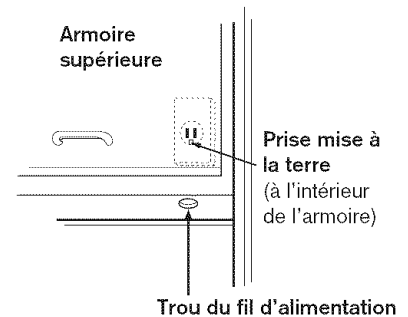

Figure 4 Détail
1. Placer une prise de courant mise à la terre pour cet électroménager dans l'armoire au-dessus du four tel que montré dans la Figure 4 (Détail)
2. Le trou pour le fil d'alimentation (montré dans la Figure 4 (Détail)) sera découpé plus tard lors de la préparation du mur et de l'armoire supérieure à l'étape 4.